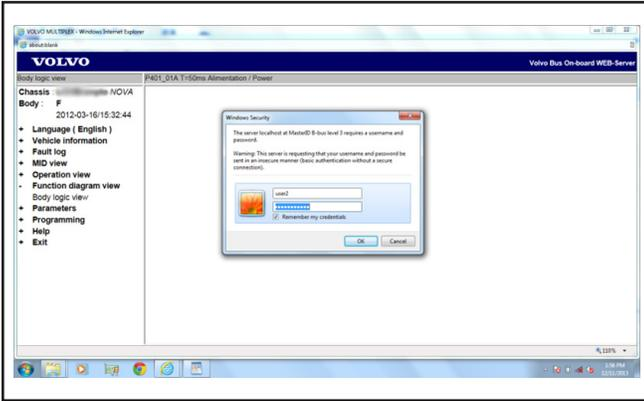

Figure 34 - La boîte de dialogue de sécurité
18. Une boîte de dialogue de sécurité **WINDOWS** apparaîtra. Entrer le nom d'utilisateur ainsi que le mot de passe. Voir Figure 34.